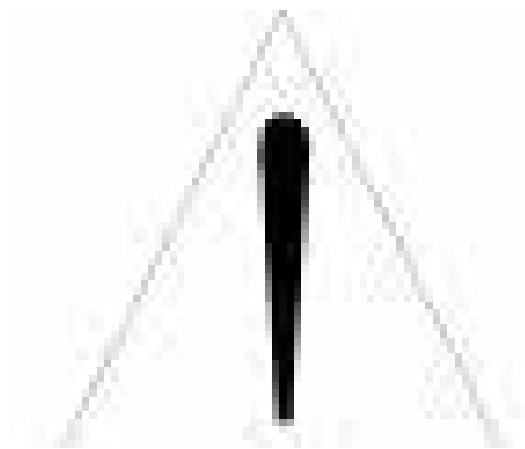

Bild 5.5 - Einsatz von zusätzlichen leisten zum stapeln von lattenkisten
4. Soll eine kleinere Kiste auf eine größere gestapelt werden, müssen Querleisten zwischen den Kisten gelegt werden, wenn die untere Kiste nicht das Gewicht der oberen kleineren Kiste trägt (siehe Bild 5.5). Diese Situation kommt allgemein bei der Stapelung von Lattenkisten ab den Baugrößen IEC 225S/M (NEMA 364/5T) Baugrößen vor.